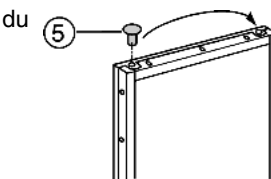

Fig. 5
- Permuter les bouchons du support d'appui Fig. 5 (5)